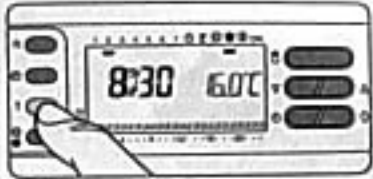

Fig. 35
**6.3** - Premere il pulsante **T** (fig. 35). Compare la fascia di temperatura relativa a **T1** ed al posto della temperatura ambiente viene visualizzato il valore della temperatura assegnato a **T1** (dato impostato in memoria, 16 °C).